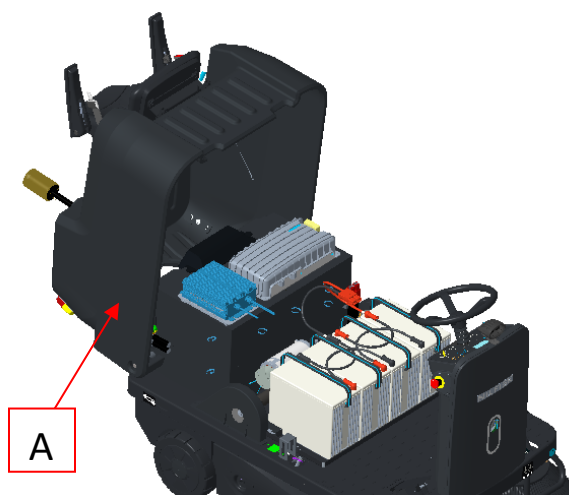

Figura 55
2. Aprire con attenzione il coperchio della macchina (C, Figura 55).